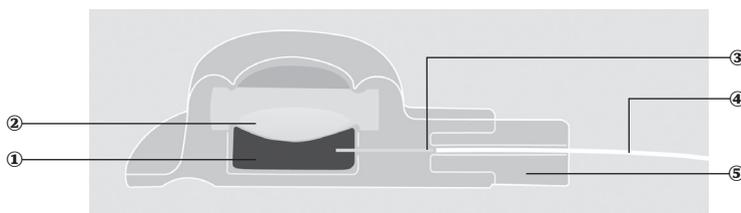

Figure 1 : schéma d'un dispositif d'accès vasculaire implantable.
Le dispositif d'accès vasculaire implantable se compose d'une chambre ①, d'un septum ② et d'un tube de sortie ③ sur lequel un cathéter ④ est sécurisé par un connecteur clic radio-opaque ⑤. Voir Figure 1 : schéma d'un dispositif d'accès vasculaire implantable.